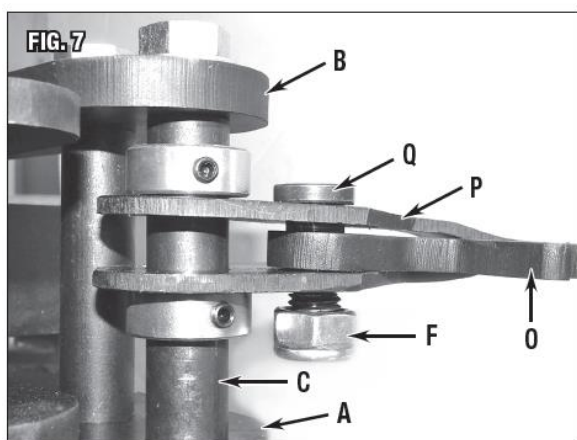

Рис. 7
2. Вставить весь узел между верхней и нижней пластинами рамы, затем вставить болт (D) М18 через обе пластины и узел трещотка/рычаг (Рис. 7).